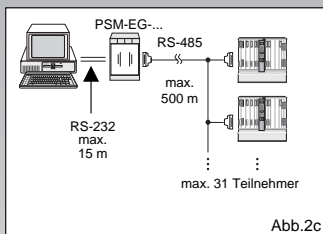

Abb.2c
- **RS-232-Masteranschaltung an ein RS-485-4Draht-Bussystem** (Abb. 2c)